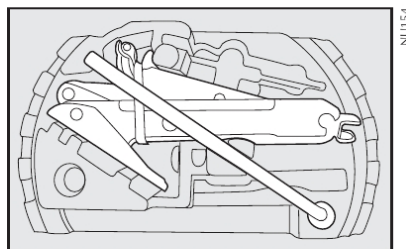

fig. 3
- Soltar as ferramentas e remover o macaco fig. 3 puxando-o de sua sede.